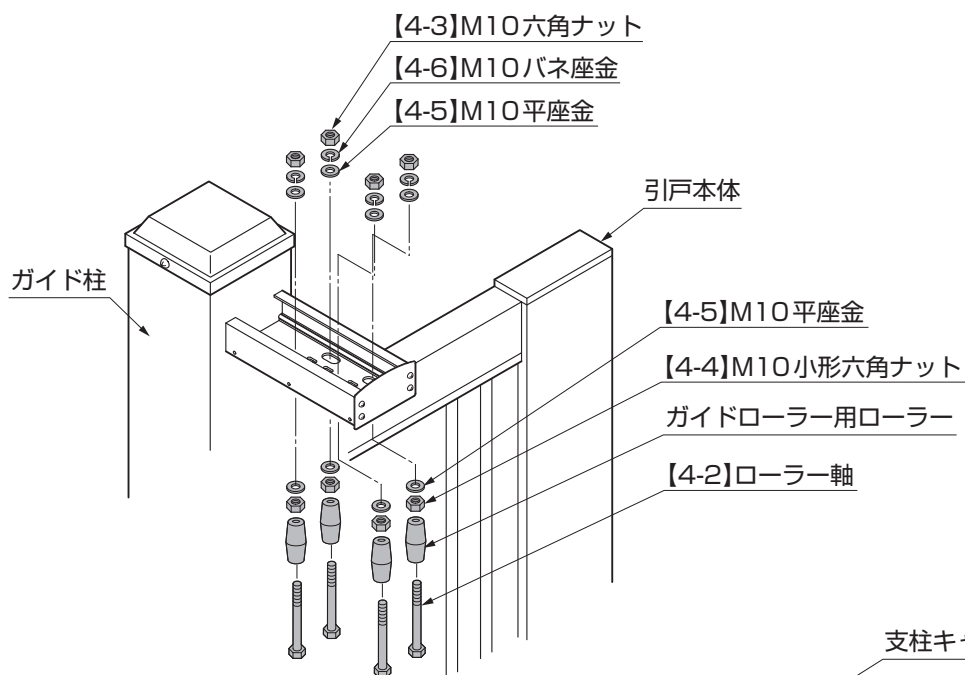

図4-1
①ガイド柱の埋込み位置、水平、垂直を確認し、固定してください。(図4-1 参照)
●ローラー類を仮組みし、引戸本体をレールに乗せ、本体の倒れ等を調整した後に本締めをしてください。(図4-1 参照)